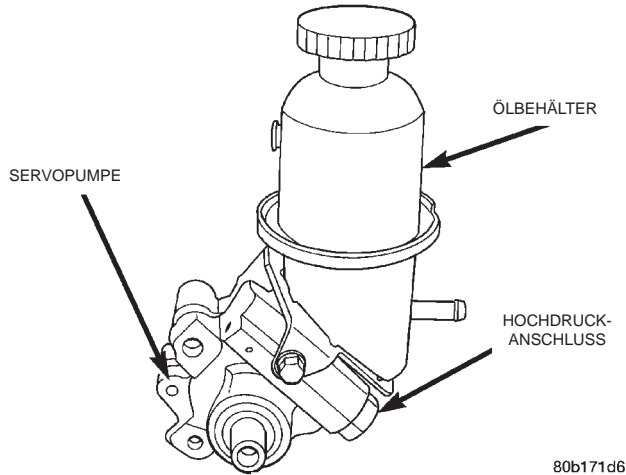
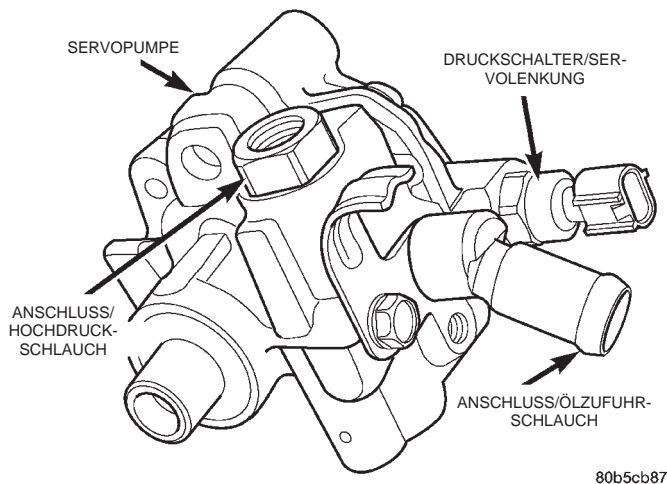

Abb. 20 Hochdruckanschluss der Servopumpe (2.7L-Motor)
Abb. 21 Hochdruckanschluss der Servopumpe (3.2L-/3.5L-Motor)
(1) Servopumpe vom Motor abbauen. Arbeitsanleitungen hierzu siehe Abschnitt "Aus- und Einbau" in diesem Kapitel. Die Anleitung verwenden, die für die betreffende Motorvariante des Fahrzeugs in Frage kommt.
(2) Hochdruckanschluss von der Servopumpe abbauen (Abb. 20) oder (Abb. 21). **Das Förderstrom-Begrenzungsventil und die Feder dürfen nicht herausfallen.**